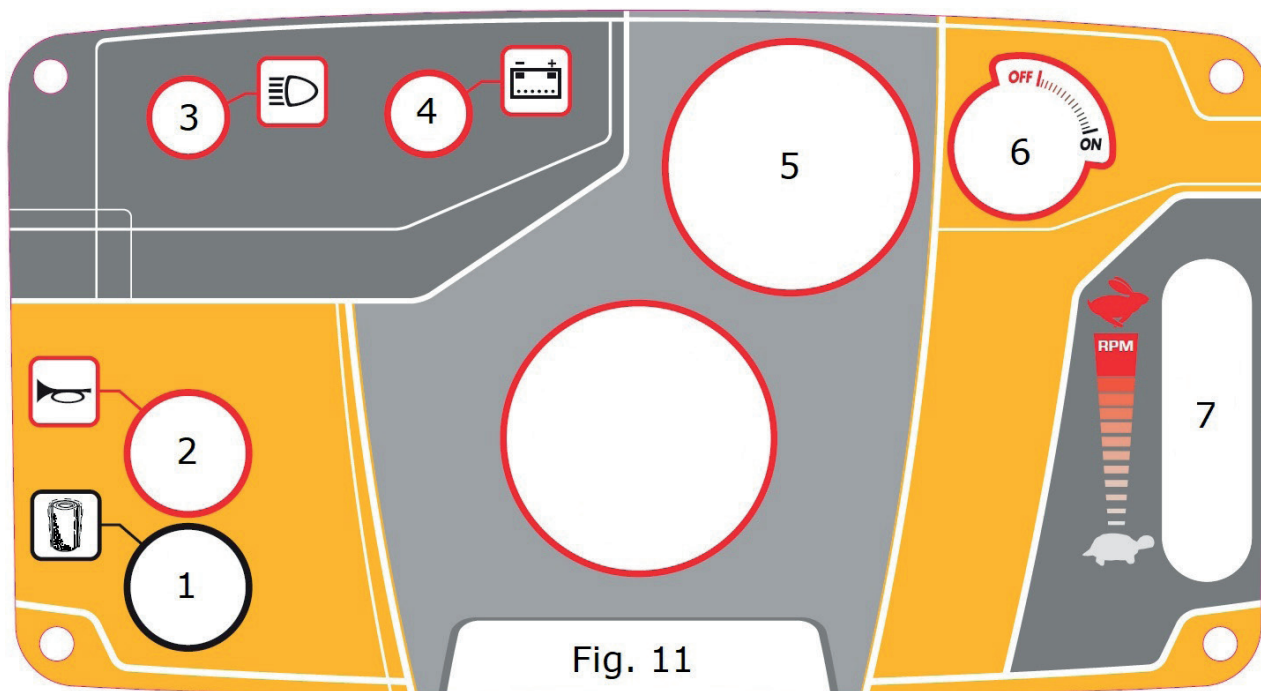

Fig. 11
Tourner dans le sens inverse des aiguilles d'une montre la clé de démarrage Part. 6 Fig. 11
- Déplacer en position max (lièvre) le levier accélérateur Part.7 Fig. 11
- Tourner dans le sens des aiguilles d'une montre la clé de démarrage Part.6 Fig. 11 au-delà du premier déclic. Au premier clic la LED batterie Part.4 Fig. 11 s'allume (sinon la batterie n'est pas suffisamment chargée).
- Tourner la clé de contact **Part. 6 Fig. 11**.
**Vibrer le filtre en appuyant sur le bouton Part.1 Fig.11 avant de commencer à travailler et avant de vider le tiroir des déchets, pendant 5/6 cycles de 3/4 s chacun.**
Vibrer les filtres en appuyant sur le bouton **Part.1 Fig.11** avant de commencer à travailler et avant de vider le tiroir des déchets, pendant 5/6 cycles de 4/5 s chacun.